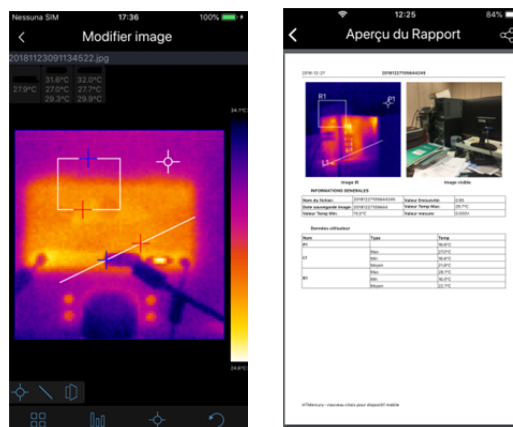

Fig. 21: Applications de l'APP HTMercury
1. Appuyer sur la touche **ESC/** pour activer le mode Manuel. Les valeurs de température restent stables à l'intérieur d'un cadre sur fond gris et le symbole  est montré à l'écran (voir Fig.21 – partie de gauche)
2. Appuyer sur la touche **▲** pour configurer la valeur de température supérieure. La page-écran suivante (voir Fig.21 – partie centrale) est montrée à l'écran
4. Sélectionner la touche virtuelle «  » pour supprimer la valeur, appuyer sur la touche **T** pour fixer chaque valeur et sélectionner la touche virtuelle « **Enter** » pour confirmer la valeur (ex : 35.0°C dans la Fig. 21 – partie centrale) et quitter la configuration
6. L'affichage de l'objet en mode Manuel est montré dans la Fig. 21 – partie de droite